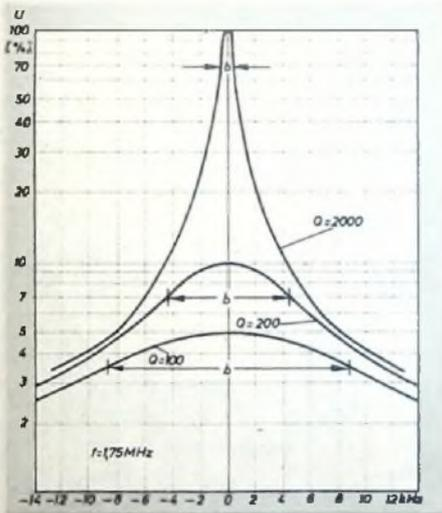

Abb. 1. Resonanzkurven mit $Q=100, 200$ und 2000
Ein normaler Resonanzkreis hat bei den z. Z. üblichen Spulen der Empfangstechnik eine Güte Q von rund 100; die Dämpfung d ist dann $\frac{1}{Q} = 0,01$. Die absolute Bandbreite b (Doppelverstimmung) mißt man bei einer Verstimmung auf 70% der Resonanzspannung (Abb. 1). Die Zusammenhänge läßt Gl. (1) erkennen.
Diese Resonanzkurven sind in Abb. 1 mit dargestellt.